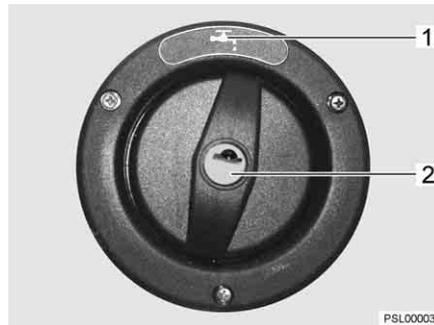

Fig. 178 Tubo de llenado de agua potable
El tubo de llenado de agua potable está identificado con el símbolo "☕" (Fig. 178,1). La tapa de cierre se abre o cierra con la llave para las cerraduras de trampa exteriores.
- Introducir la llave en el cilindro de cierre (Fig. 178,2) y girarla un cuarto de vuelta en sentido contrario a las agujas del reloj.
- Abrir el tubo de llenado de agua potable (Fig. 178) (véase el capítulo 6).